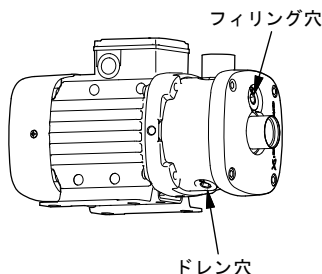

図 10 フィリング穴とドレン穴の位置
3. フィリングプラグを外します。図 10 を参照してください。
ポンプのフィリングプラグ、ドレンプラグを外してください。図 10 を参照してください。